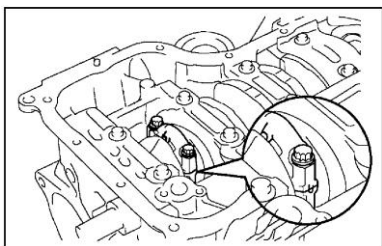

Рисунок II-185
12. Проверьте масляной зазор. ((см. Рисунок II-185)):
3) Проверьте расположение отметок на шатуне и его крышку. ((см. Рисунок II-185))